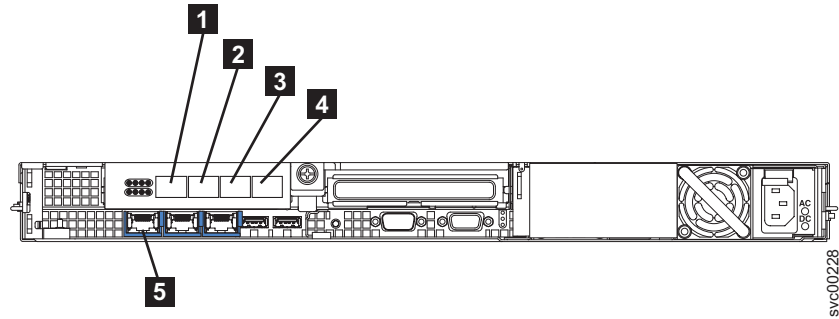

図 43. 背面パネルの SAN ボリューム・コントローラー 2145-8G4 コネクター
1. イーサネット・ケーブルを 65 ページの図 43 のイーサネット・ポート 1 **5** に接続します。